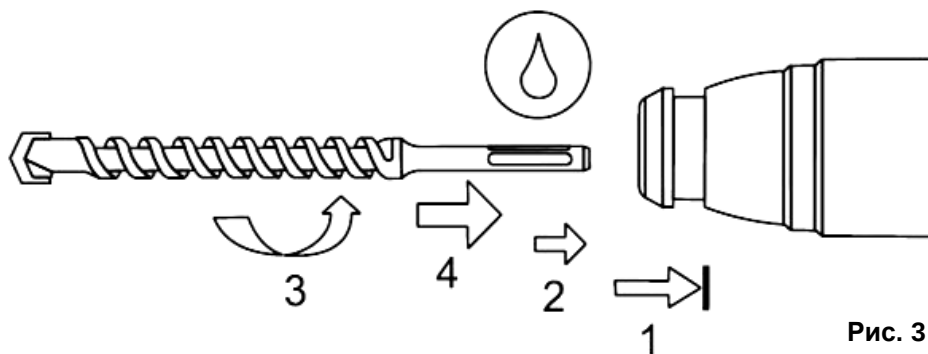

Рис. 3
## Смена насадок (См. Рис.3)
- Нажмите на подвижную крышку патрона перфоратора, отведите ее назад (См. Рис.3).